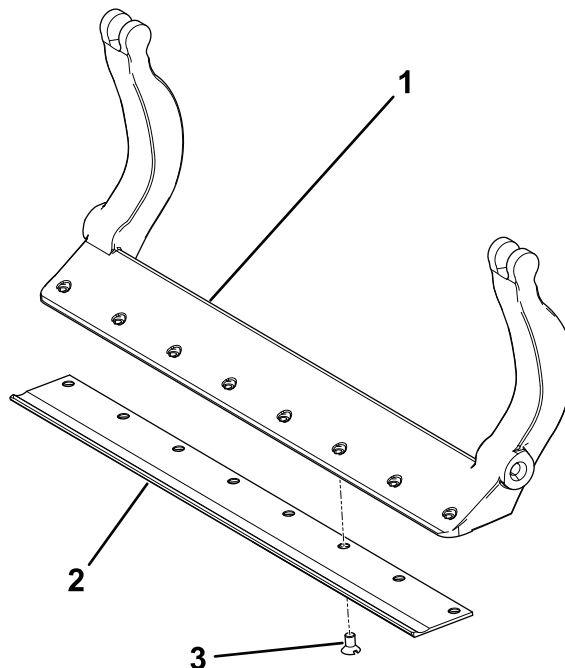

Figura 33
3. Aplique composto antigripagem nos parafusos e instale a lâmina de corte na barra de apoio da seguinte forma (Figura 33):